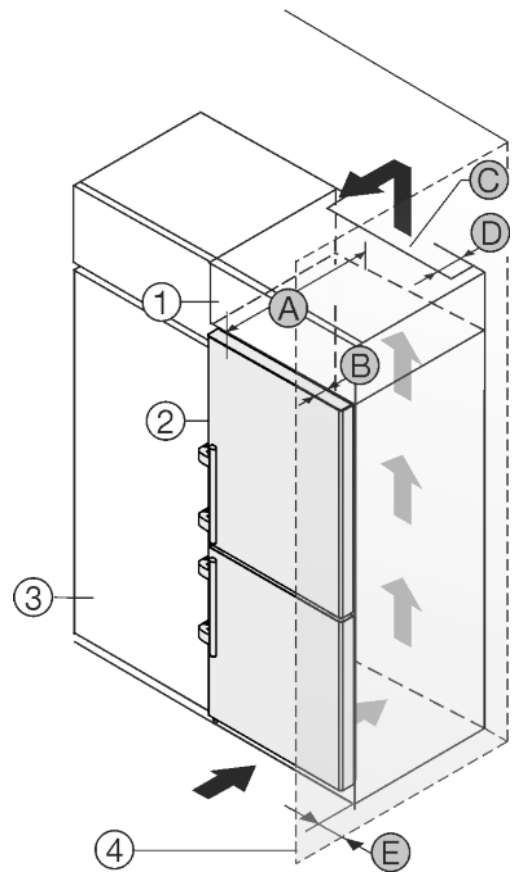

Fig. 45
Устройство может быть окружено кухонными шкафами. Чтобы уравнять устройство Fig. 45 (2) по высоте с кухонной стенкой, можно установить над устройством дополнительный шкафчик Fig. 45 (1).
Установить устройство можно непосредственно рядом с кухонным шкафом *Fig. 45 (3)*. Чтобы можно было полностью открыть двери, устройство должно выступать на глубину *Fig. 45 (B)* относительно передней стенки кухонного шкафа. В зависимости от глубины кухонных шкафов и использования пристенных распорок устройство может выступать и больше.
- На задней стенке дополнительного шкафчика должен быть вентиляционный канал с глубиной *Fig. 45 (D)* по всей ширине этого шкафа.
- Нужно соблюдать вентиляционное отверстие *Fig. 45 (C)* под нижней панелью.
Если устройство установлено на шарнирах у стены *Fig. 45 (4)*, то нужно соблюдать расстояние *Fig. 45 (E)* между устройством и стеной. Настолько выступает ручка при открытой дверце.